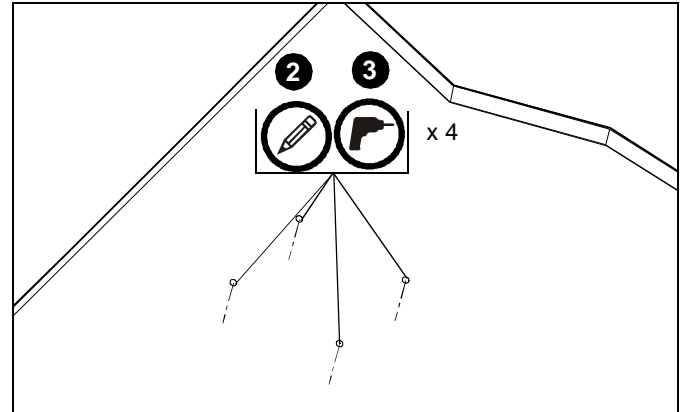

Abb. 5
2. Zeichnen Sie mithilfe des LPK1 als Schablone vier Bohrstellen an die Decke. (Siehe Abb. 5)
3. Bohren Sie vier Vorbohrungen mit einem Durchmesser von 7,9 mm (5/16") und einer Tiefe von 82,6 mm (3-1/4"). (Siehe Abb. 5)